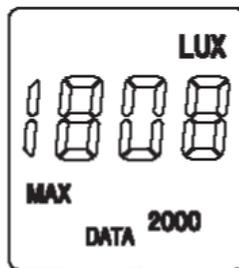

Рис.8
10. Для просмотра сохраненных данных нажмите и удерживайте клавишу «REC» и нажмите на клавишу ^{HOLD}▲. Прибор перейдет в режим отображения сохраненных значений. На экране начнет мигать значок «MAX» - это максимально измеренное значение освещенности в заданный период времени. Для дальнейшего просмотра полученных данных нажимайте клавишу ^{HOLD}▲, на экране начнет мигать значок «MIN» - это минимально измеренное значение освещенности в заданный период времени. Для дальнейшего просмотра полученных данных нажимайте клавишу ^{HOLD}▲, для просмотра предыдущего значения нажмите клавишу ^{MAX}▼. На экране сначала будет отображаться порядковый номер сохраненного значения, затем сама измеренная величина. (Рис.8)